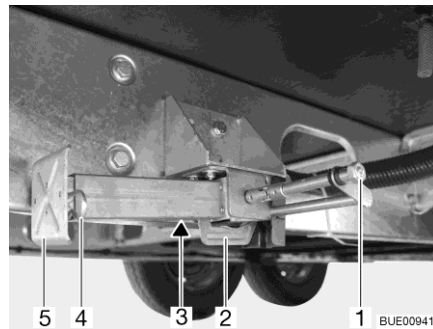

Fig. 60 Apoyo de elevación
- Colocar la llave de vaso en el hexágono (Fig. 60,1) y girarla hasta que el apoyo de elevación quede verticalmente hacia abajo.
- En caso de que la longitud del apoyo de elevación sea ajustable, extraer la clavija hendida (Fig. 60,4) de la prolongación del pie de apoyo (Fig. 60,5).
- Colocar la llave de vaso en el hexágono (Fig. 60,1) y girarla hasta que el apoyo de elevación esté de nuevo libre del suelo.
- Introducir totalmente la prolongación del pie de apoyo (Fig. 60,5) e introducir la clavija hendida (Fig. 60,4) en el orificio previsto para ello que hay en la prolongación del pie de apoyo.
- Girar el hexágono (Fig. 60,1) hasta que el apoyo de elevación se haya girado hacia arriba y la guía (Fig. 60,2) tenga contacto con el extremo de la ranura (Fig. 60,3).